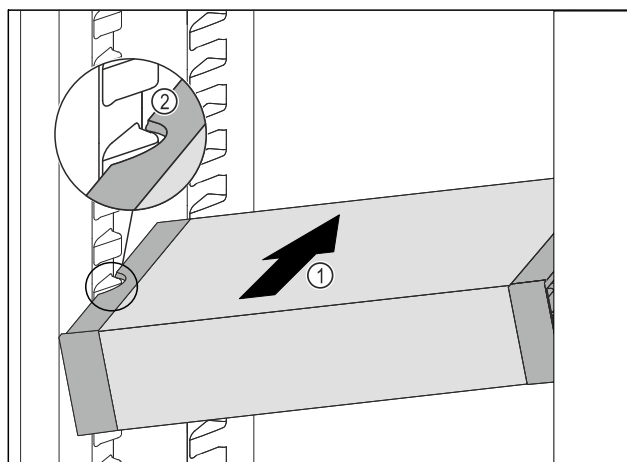

Fig. 80
- ▶ Zasuňte VarioSafe do chladničky pod úhlem tak Fig. 80 (1), aby vybrání na bocích Fig. 80 (2) VarioSafe byla na úrovni žebrování na nádoby v chladničce.